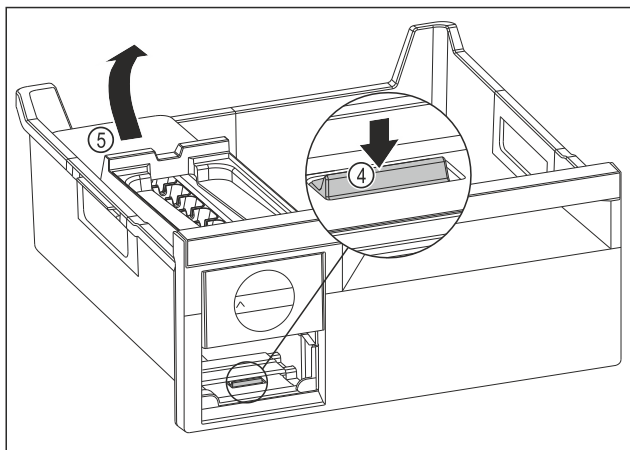

Fig. 141
- Vegye ki az EasyTwist-Ice egység testét: Nyomja le a fület Fig. 141 (4) az ujjával, és ezzel egyszerre emelje meg a másik kezével hátulról az EasyTwist-Ice egység testét Fig. 141 (5).